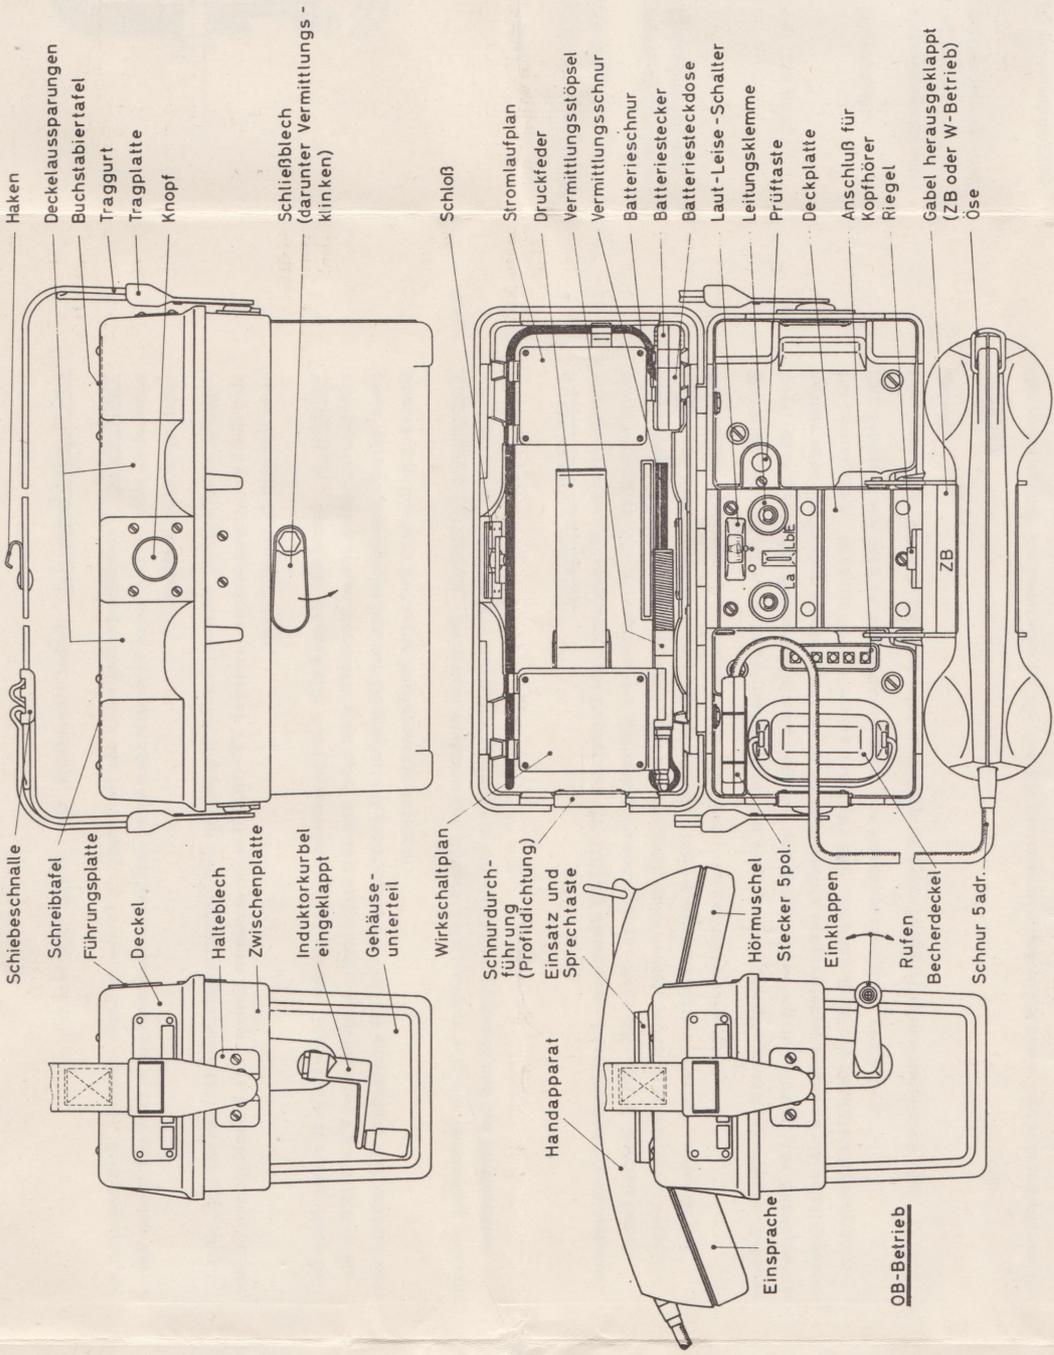

Abb.1 Feldfernsprecher FF - OB/ZB
- 1.5 Laut-Leise-Stellung des Weckers: Die Ruflautstärke des Weckers kann mittels eines Schiebers auf "Laut" oder "Leise" gestellt werden (siehe Abb. 1).
2.4.1 Vorbereitung: Vermittlungsschnur aus der Halterung im Deckel nehmen (Abb. 6). Schliessblech aufschwenken (Abb. 1) und einen Vermittlungsstöpsel der Vermittlungsschnur in eine der beiden Vermittlungsklinken stecken.
Der Deckel des FF-OB/ZB wird jetzt zugeklappt und der Traggurt in das Halteblech (Abb. 1) eingehakt.